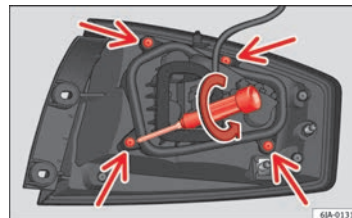

Fig. 158 Parafusos de fixação na parte posterior da unidade de luz traseira
- Desaperte os quatro parafusos de fixação do porta-lâmpadas para a esquerda com a chave de fendas fornecida ou com uma chave Torx 20 (T20) ⇒ Fig. 158. Ter cuidado para não perder os parafusos de fixação do porta-lâmpadas.